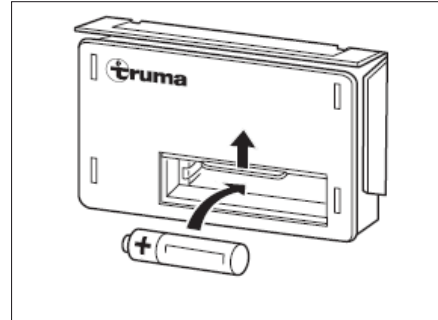

Fig. 105 Sostituzione della batteria
- Spingere verso l'alto la copertura del vano della batteria del dispositivo di accensione (Fig. 105).
- Nel vano della batteria del dispositivo di accensione (Fig. 105) inserire una batteria nuova dello stesso tipo di quella vecchia rispettando le polarità (+/-). Utilizzare solo batterie mignon resistenti alla temperatura (+70 °C) ed ermetiche.